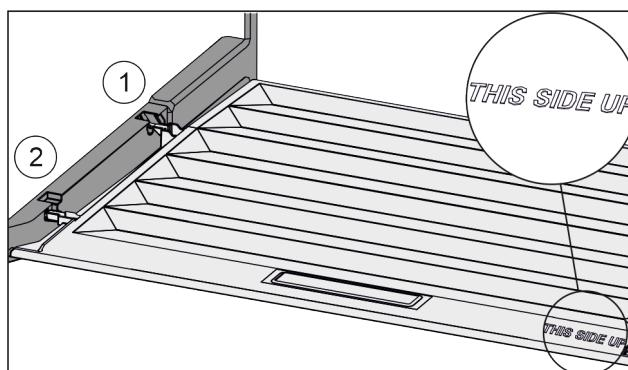

Fig. 125
- Skjyv inn dekseltrinn via åpningen til bakre holder Fig. 125 (1) og klikk dem på plass i fremre holder Fig. 125 (2).